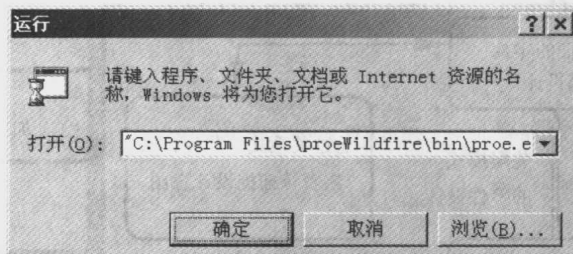

图 1-2 【运行】对话框的设置
- (1) 双击桌面上的快捷方式图标,启动 Pro/ENGINEER 野火版。
- (2) 利用 Windows 操作系统的程序启动方式,在 Windows 桌面左下方依次选取【开始】|【程序】|【PTC】|【Pro/ENGINEER】|【ProeWildfire】。这是最常用的启动软件方法,建议读者采用该方法。
- (3) 利用 Windows 操作系统的运行对话框启动。从 Windows 桌面左下方依次选取【开始】|【运行】两个选项,选取之后系统将显示【运行】对话框,用户可利用对话框右下方的浏览按钮搜寻 Pro/ENGINEER 野火版的系统执行文件,或直接输入其路径与文件名称,最后单击确定按钮即可完成运行。如图 1-2 所示为【运行】对话框的设置。